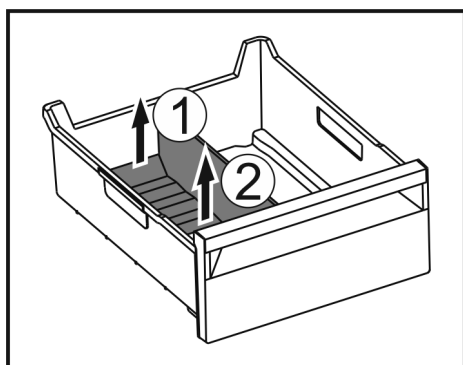

Fig. 166
- Приподнимите заднюю часть разделителя отделения для льда. Fig. 166 (1)
- Извлеките разделитель отделения для льда движением вверх. Fig. 166 (2)